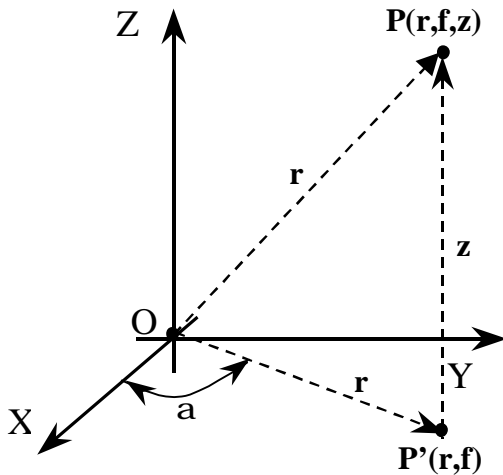

Рис. 170 Точка в цилиндрической системе координат
**Цилиндрические** координаты точки представляют собой тройку чисел ( $r, a, z$ ), где  $r$  – радиус,  $a$  – полярный угол,  $z$  – аппликата (рис. 170). Цилиндрические координаты обычно используются при работе с точками, лежащими в плоскостях (слоях), параллельных рабочей плоскости.